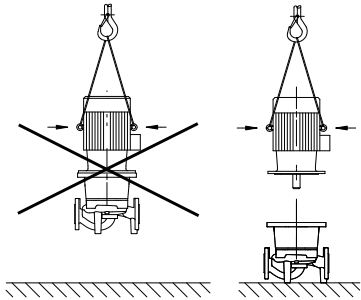

Fig. 8: Transporte do motor
- Os olhais de transporte no motor só servem para o transporte do mesmo e não para toda a bomba (Fig. 8).